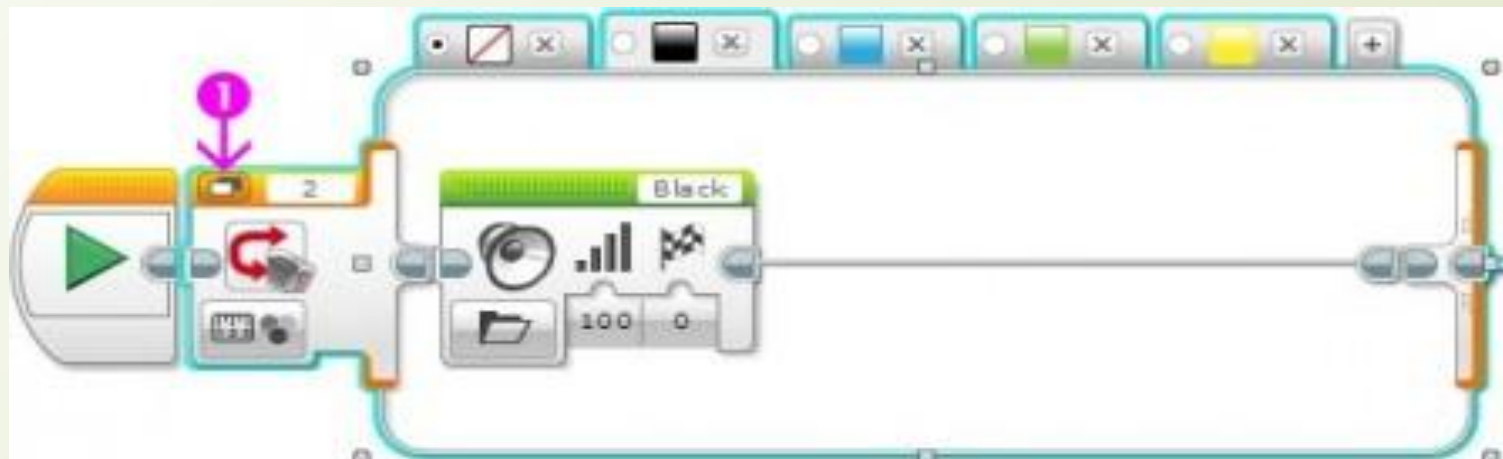

Рис. 4
- Наш программный блок **"Переключатель"** значительно увеличился в размерах. Специальная кнопка (Рис. 4 поз. 1) позволяет переключить режим отображения блока на экране на **"Вид с вкладками"**. Изменим размеры блока для комфортного визуального отображения.